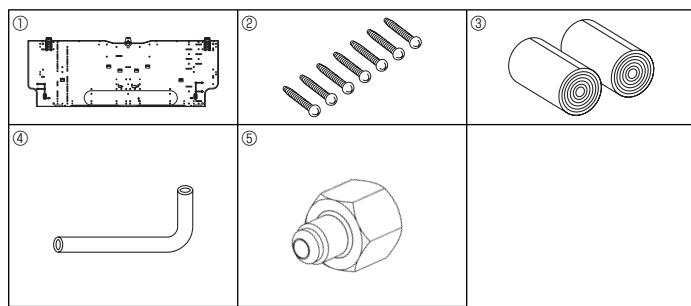

Fig. 3-1
- ⑥ Saída de ar: Não coloque qualquer obstáculo a menos de 1500 mm da saída de ar.
- ⑦ Superfície do chão
- ⑧ Mobília
- ⑨ Se a dimensão da projeção de um varão de cortina ou outra coisa semelhante for superior a 60 mm, tem de deixar uma distância maior porque o ar da ventoinha pode provocar um ciclo curto.
- ⑩ 1800 mm ou mais a partir do chão (para uma montagem num local alto)
- ⑪ 108 mm ou mais com tubagem esquerda ou posterior esquerda e instalação de bomba de drenagem opcional
- ⑫ 550 mm ou mais com a instalação da bomba de drenagem opcional
- ⑬ Mínimo 7 mm: 265 mm ou mais com a instalação da bomba de drenagem opcional
3.1. Verificação dos acessórios da unidade interior (Fig. 3-1)